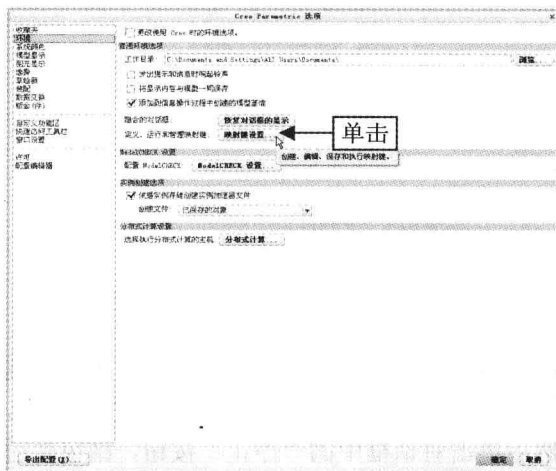

图 1-39 单击“映射键设置”按钮
Step 01 在“Creo Parametric 选项”对话框的“环境”选项卡中，单击“普通环境选项”选项区中的“映射键设置”按钮，如图 1-39 所示。